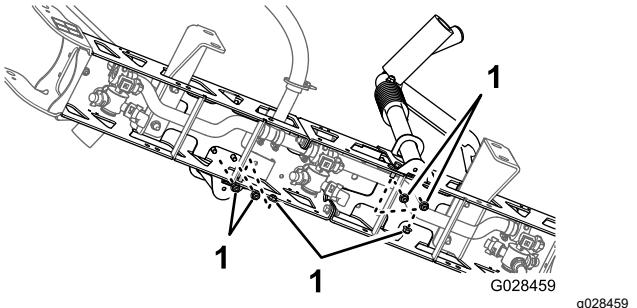

Figure 38
3. Montez les berceaux sur la section de rampe (Figure 37 et Figure 38) à l'aide de 6 boulons ($\frac{3}{8}$ " x 1") et de 6 contre-écrous à embase ($\frac{3}{8}$ ").